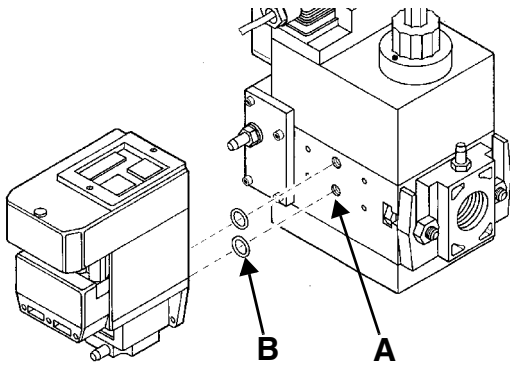
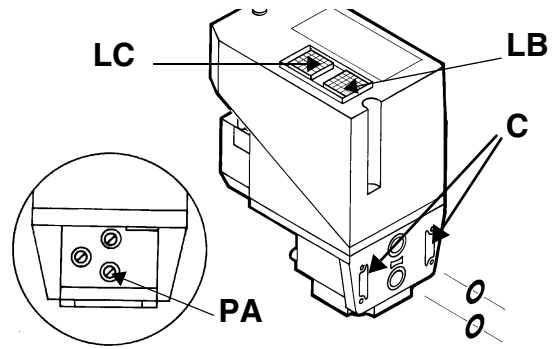

Fig. 22
Fig. 23
3. Demontati suruburile de fixare de pe Multibloc (Fig. 22 - poz.A);
4. Introduceti O-ringurile de etansare (10,5 x 2,25) in VPS 504 (Fig. 22-B - Fig. 23)
5. Strangeti suruburile 3, 4, 5, 6 (M4 x16) Fig. 23 - poz.C ;
Daca se doreste monitorizarea testarii , instalati un manometru la priza de presiune **PA** (Fig. 23) . Daca ciclul de testare este satisfactor, dupa cateva secunde se aprinde lampa de consens **LC** (galbena). In caz contrar se aprinde lampa de blocare **LB** (rosie) . Pentru a reporni, este necesara deblocarea echipamentului prin apasarea butonului cu iluminare **LB**.